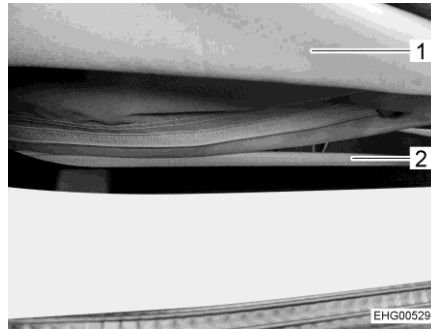

Bild 54 Dragkedja
- Öppna dragkedjan helt (Bild 54,2) på undersidan av blåsbälgen (Bild 54,1).